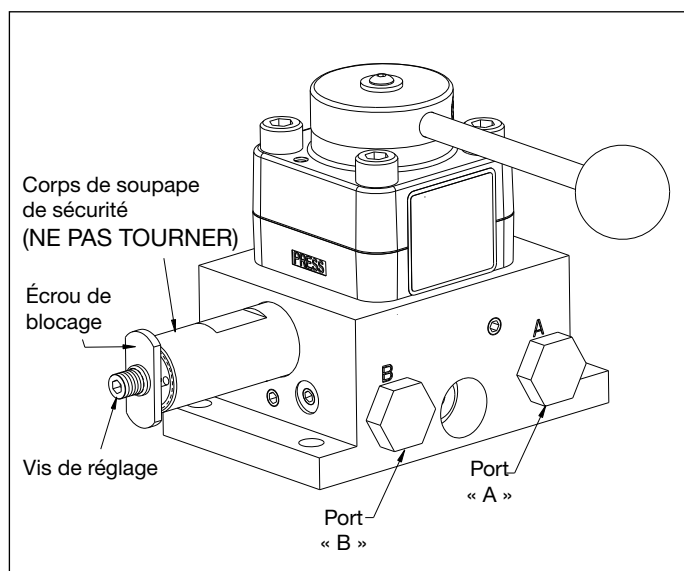

Figure 13, soupape de retour - VM43-LPS
1. Installer une jauge de 0 à 1 035 bar (0 à 15 000 psi) sur le port « A » (Figure 13).
2. Retirer les deux capuchons de brosse (A) en déviant le loquet du capuchon des brosses (B) et délicatement sortir (voir figure 13).